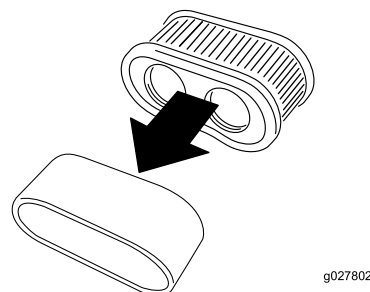

Figura 37
5. Separe los elementos de gomaespuma y papel (Figura 37).